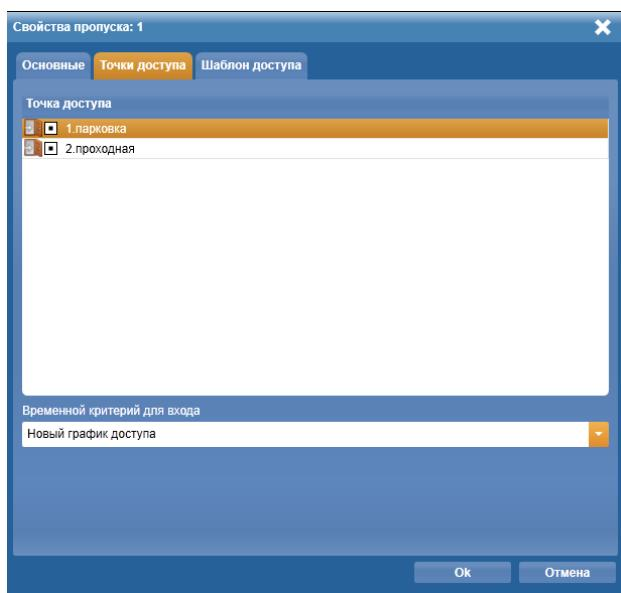

Рисунок 12. Окно **Свойства пропуска** закладка **Точки доступа**
- 4) В открывшемся окне **Свойства пропуска** перейти на вкладку **Точки доступа** (Рис. 12),